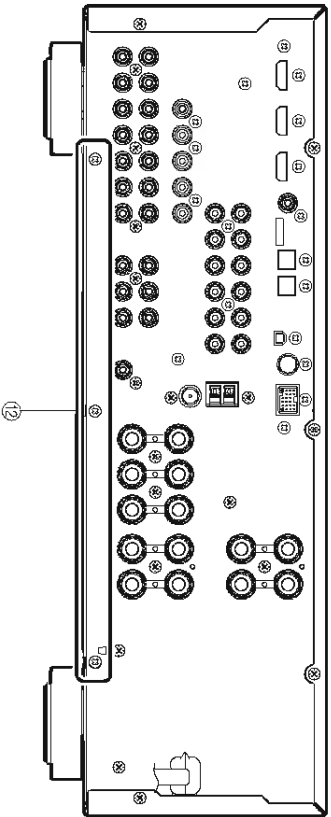

Fig. 6
- e. Remove 3 screws (12). (Fig. 6)
- e. ⑫のネジ3本を外します。(Fig. 6)